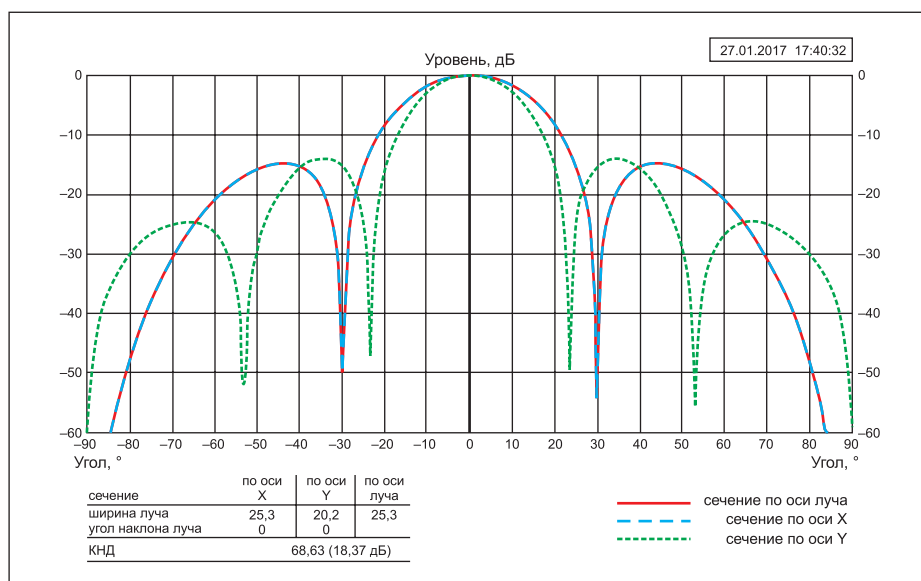

Рис. 18. Диаграмма направленности печатной антенны 24 ГГц
- No1, плата размером 80×40 мм, с антеннами на 24 ГГц и приемопередатчиком TRX_024_006/007, показана на рис 17. Антенна для приема сигнала из 24 печатных элементов (6×4) находится слева, а для передачи — справа. Диаграмма направленности одной такой антенны, рассчитанная в программе Fazar, показана на рис. 18 и составляет 25°/20° в обеих плоскостях. Поскольку при приеме и передаче сигнала эти ДН складываются, результирующая ДН приемопередатчика будет примерно 20°/15°. Выводы микросхемы TRX_024_006/007 D0–D3, Vctrl соединены между собой, что позволяет получить полный диапазон перестройки 23,2–26,4 ГГц.